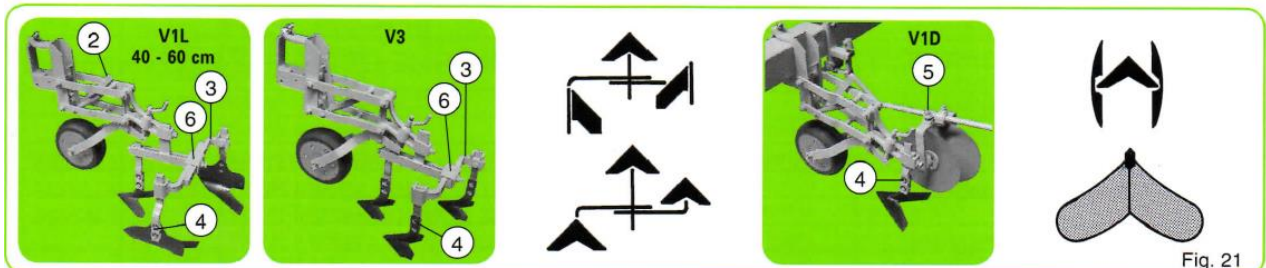

Fig. 21
- **Możliwości elementów roboczych SUPER-CROP typ „LEKKI V” (na uprawy typu warzywnego), Fig. 21.**